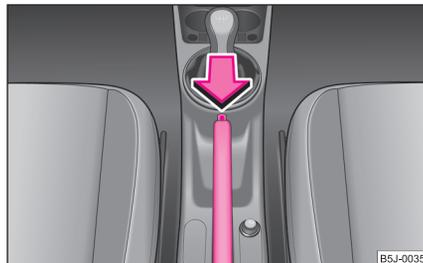

Fig. 103 Consola central: Freno de mano
- Tire de la palanca del freno de mano un poco hacia arriba y pulse **al mismo tiempo** el botón de bloqueo ⇒ fig. 103.